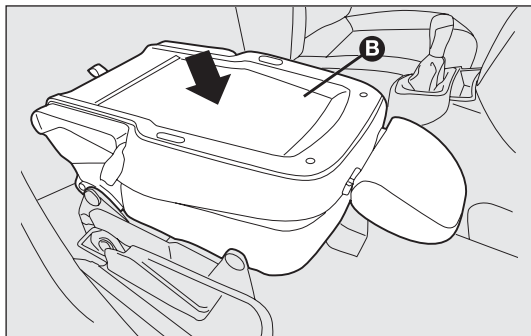

fig. 23
- ❑ agir ensuite sur le dossier B-fig. 23 en l'appuyant vers le bas : le siège est ainsi totalement replié sur lui-même dans la position « en tablette » ;